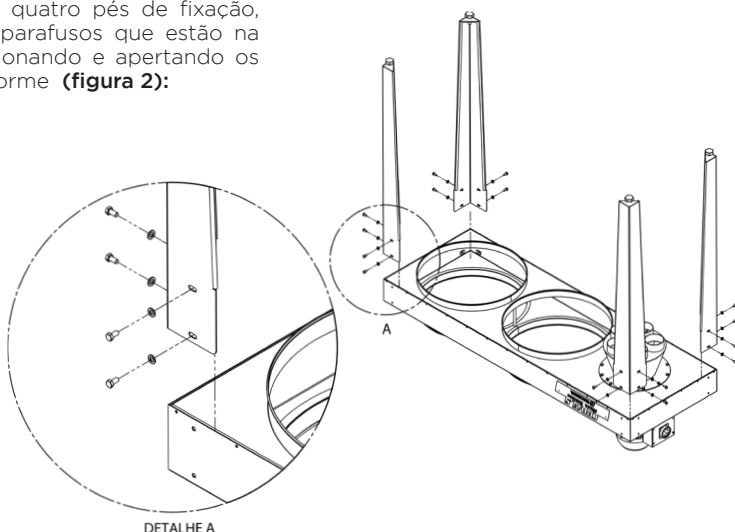

figura 2
2. Instale os quatro pés de fixação, removendo os parafusos que estão na máquina, posicionando e apertando os parafusos, conforme (**figura 2**):